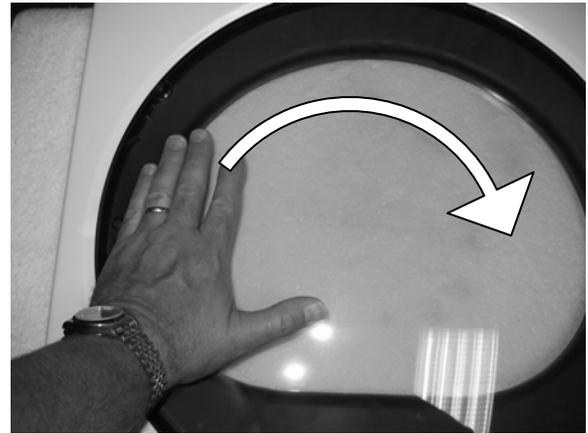

Figura 11
11. Gire nuevamente el vidrio 180 grados, de manera que los agujeros queden alineados con los del anillo. (Figura 11)
12. Quite cuatro (4) tornillos del lado de la Puerta, donde estaba instalada la bisagra.
13. Instale cuatro (4) tornillos para sujetar la bisagra en su nueva ubicación, asegurando que la bisagra tenga la orientación correcta.
14. Instale cuatro (4) tapones en los agujeros donde estaba sujeta la bisagra.